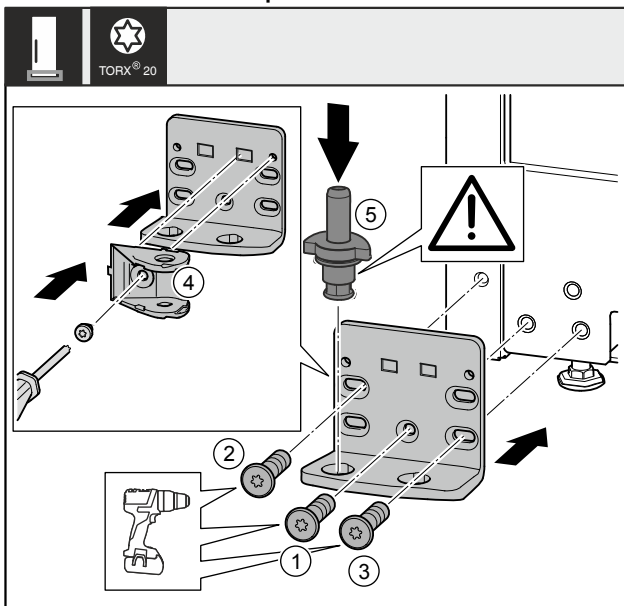

Fig. 37 *
- ▶ Lagerbock auf der anderen Seite ansetzen und mit Hilfe eines Schraubendrehers anschrauben. Mit Schraube Fig. 37 (1) unten in der Mitte beginnen.*
- ▶ Schraube Fig. 37 (2) und Schraube Fig. 37 (3) festschrauben.*
- ▶ Schließdämpferverbindung Fig. 37 (4) um 180° drehen. Auf der anderen Seite des Lagerbocks mit Schraubendreher anschrauben.*
- ▶ Lagerbolzen Fig. 37 (5) komplett einsetzen. Dabei darauf achten, dass der Rastnocken nach hinten zeigt.*